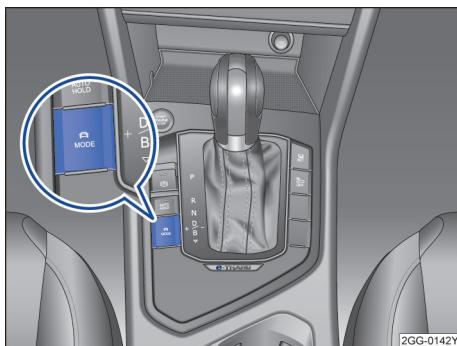

图 96 在中控台下部：驾驶模式选择按钮
- 按压驾驶模式选择按钮 → 图 96。
- 再次按压驾驶模式选择按钮 → 图 96 或点击信息娱乐系统中所需驾驶模式的功能按键，即可切换驾驶模式。